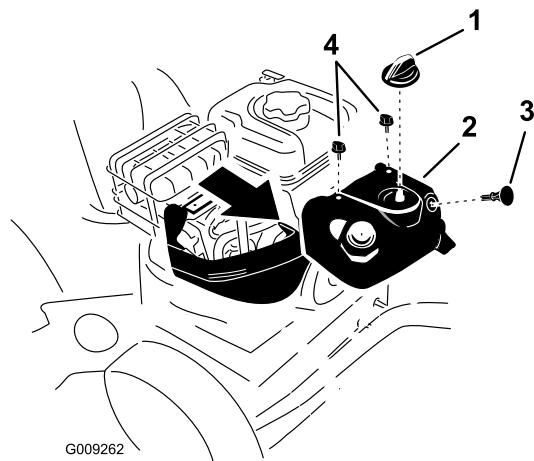

Bild 43
Hinweis: Nehmen Sie die obere Schneeabdeckung ab, um an die Zündkerze zu gelangen (Bild 43).
1. Nehmen Sie das Handrad des Chokes und den Zündschlüssel ab (Bild 43).
2. Nehmen Sie die zwei Schrauben ab, mit denen die obere Schneeabdeckung an der Schneefräse befestigt ist (Bild 43).